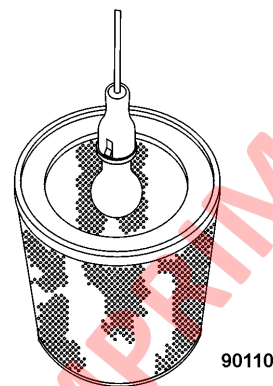

FIGURA 5-3. INSPECCIÓN DEL ELEMENTO DEL FILTRO
4. Después de la limpieza, busque hasta la rotura más pequeña del elemento e inspeccione si tiene empaquetaduras dañadas. Un buen método para detectar roturas de papel es poner una luz dentro del elemento del filtro, como se muestra en la Figura 5-3, e inspeccionar la superficie exterior del elemento. Si encuentra agujeros o roturas, no vuelva a usar el elemento. Elimínelo y reemplácelo con un elemento nuevo.
4. Cuando termine la limpieza, inspeccione el elemento del filtro como se muestra en la Figura 5-3. Si encuentra agujeros o roturas, deseche el elemento y reemplácelo con uno nuevo.